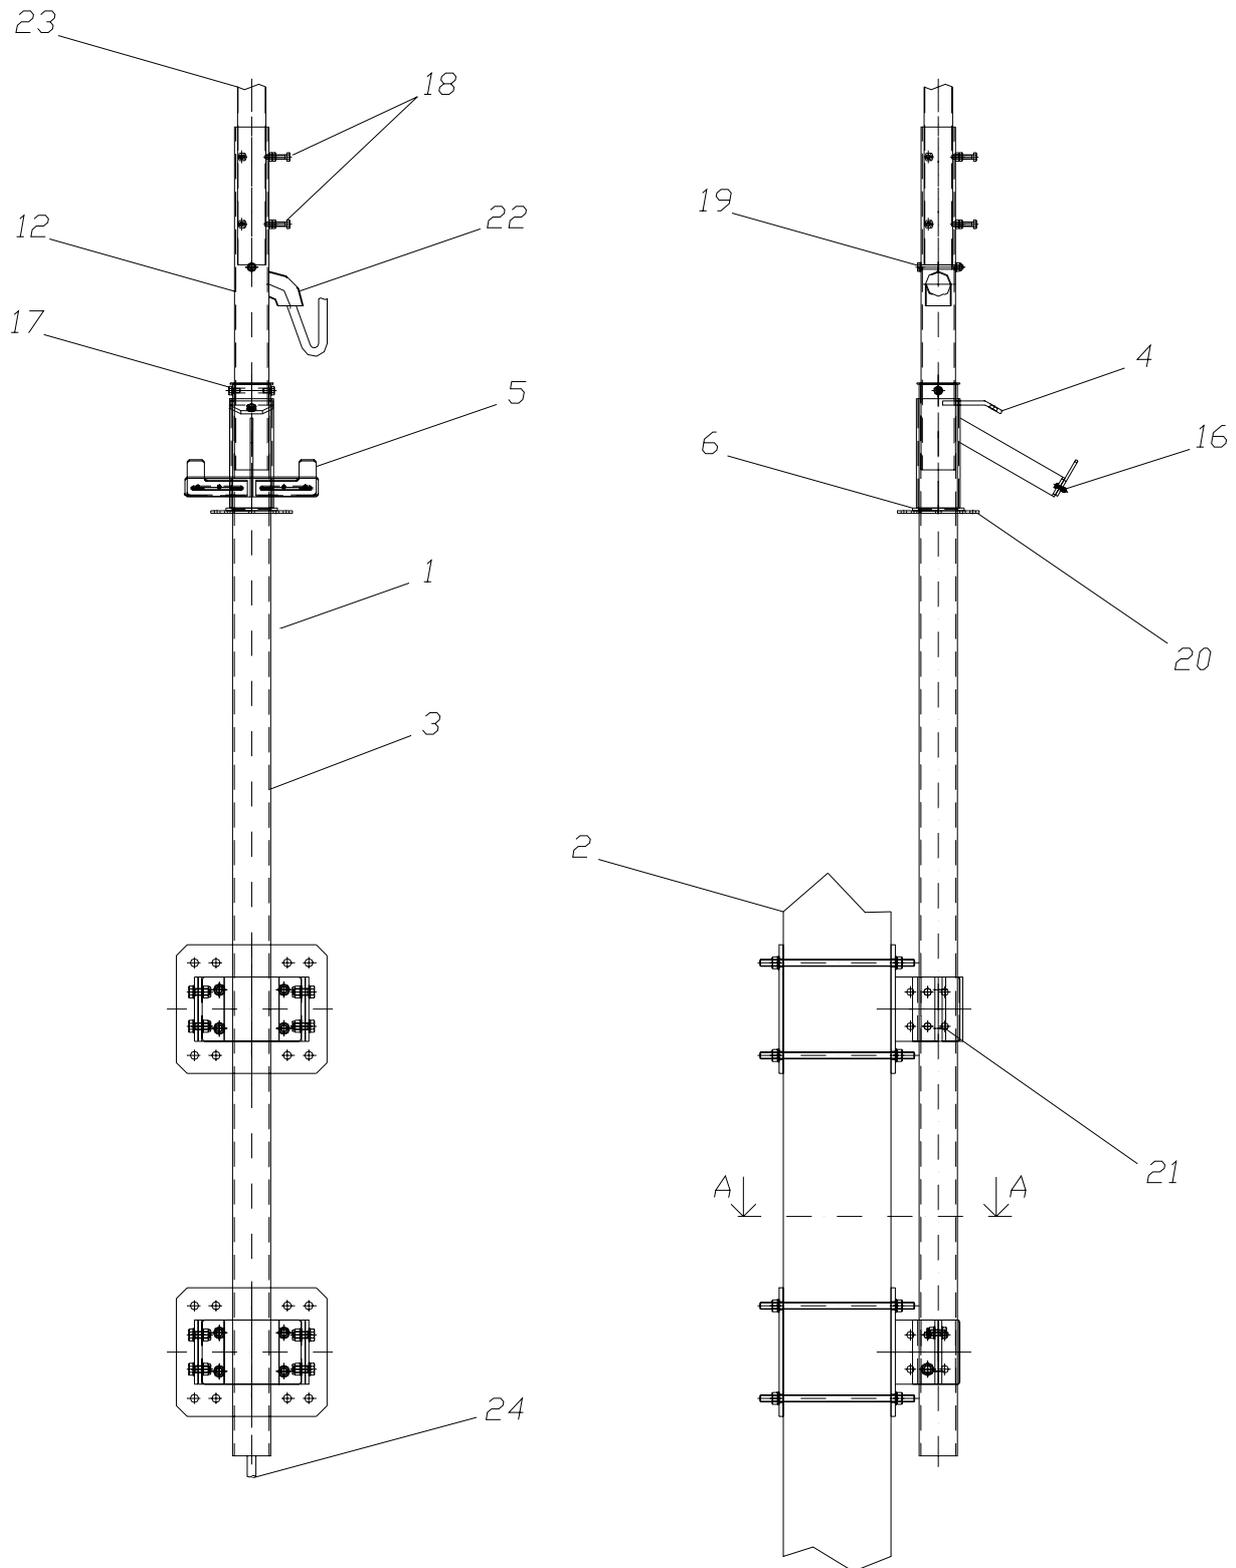

Fig. 1
- Nr. 01 palo in acciaio INOX AISI 304 fisso (Fig. 1 pos. 3);
- Nr. 02 contropiastre in acciaio INOX AISI 304 (Fig. 1 pos. 18);
- Nr. 01 supporto girevole aggancio D.C.R. acciaio INOX AISI 304 (Fig. 1 pos. 4);
- Nr. 02 alette regolabili alloggiamento D.C.R. acciaio INOX AISI 304 (Fig. 1 pos. 5);
- Nr. 01 anello antiusura acciaio INOX AISI 304 (Fig. 1 pos. 6);
- Nr. 01 adattatore antenna acciaio INOX AISI 304 (Fig. 1 pos. 12);
- Nr. 04 bulloni completi (vite TE UNI 5739 M6x25 INOX A2, dado autobloccante DIN 982 M6 INOX A2, rondella piana UNI 6592 D.6 INOX A2) per connessione supporto D.C.R. - alette regolabili (Fig. 1 pos. 6, pos. 7).
- Nr. 02 viti TE UNI 5739 M10x20 INOX A2, rosette elastiche UNI 1751 D.10 INOX A2, guarnizioni piane in nylon per fissaggio adattatore antenna (Fig. 1 pos. 17).
- Nr. 01 Bullone completo (vite TE UNI 5737 M10x100 INOX A2, dado autobloccante DIN 982 M12 INOX A2, rondella piana UNI 6592 D.12 INOX A2) + 2 guarnizioni in nylon per fermo verticale palo antenna (Fig. 1 pos. 19);
- Nr. 06 viti TE UNI 5739 M10x40 INOX A2, dadi UNI 5588 M10 INOX A2, per fissaggio palo antenna (Fig. 1 pos. 18).